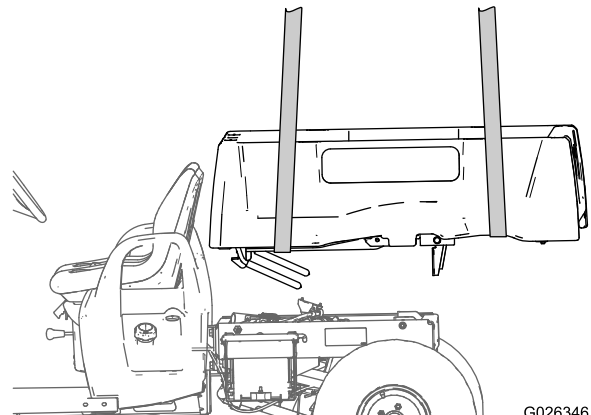

**Bild 4**
8. Entfernen Sie die vier Bundkopfschrauben (3/8" x 1"), mit denen die Scharnierhalterungen der Staubox am hinteren Rahmenkanal der Maschine befestigt sind (Bild 4).
11. Entfernen Sie die vier Bundkopfschrauben (3/8" x 1"), mit denen die Scharnierhalterungen der Staubox am hinteren Rahmenkanal der Maschine befestigt sind (Bild 4).